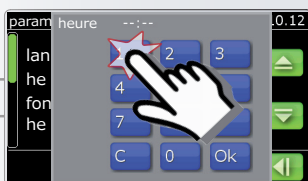

Fig. 17
2. Entrez l'heure actuelle au moyen du clavier et confirmez avec **OK**. (Fig. 17)